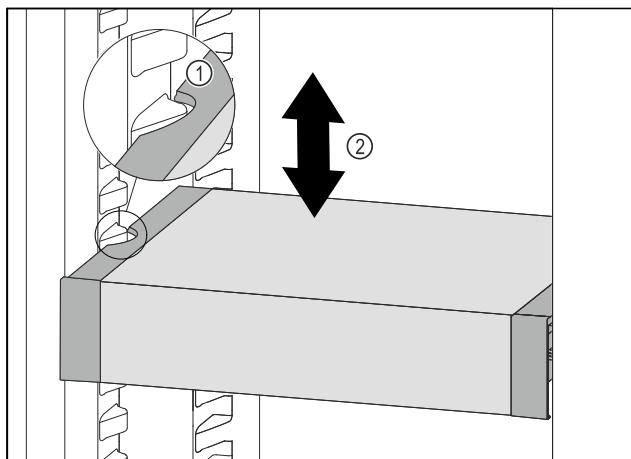

Fig. 133
- Dra VarioSafe framåt tills sidofördjupningarna på VarioSafe är i samma nivå som behållarlisterna i kyldelen. Fig. 133 (1)
- Förflytta VarioSafe uppåt eller nedåt i kyldelen tills önskad höjd har uppnåtts. Fig. 133 (2)